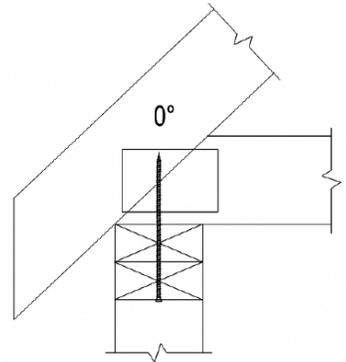

FIGURA 2
- b. Los tornillos localizados entre montantes se pueden instalar a un ángulo de 0 grados (figura 2).
6. La figura 2 muestra las direcciones de la carga. Las figuras 3 y 4 muestran los detalles de instalación.